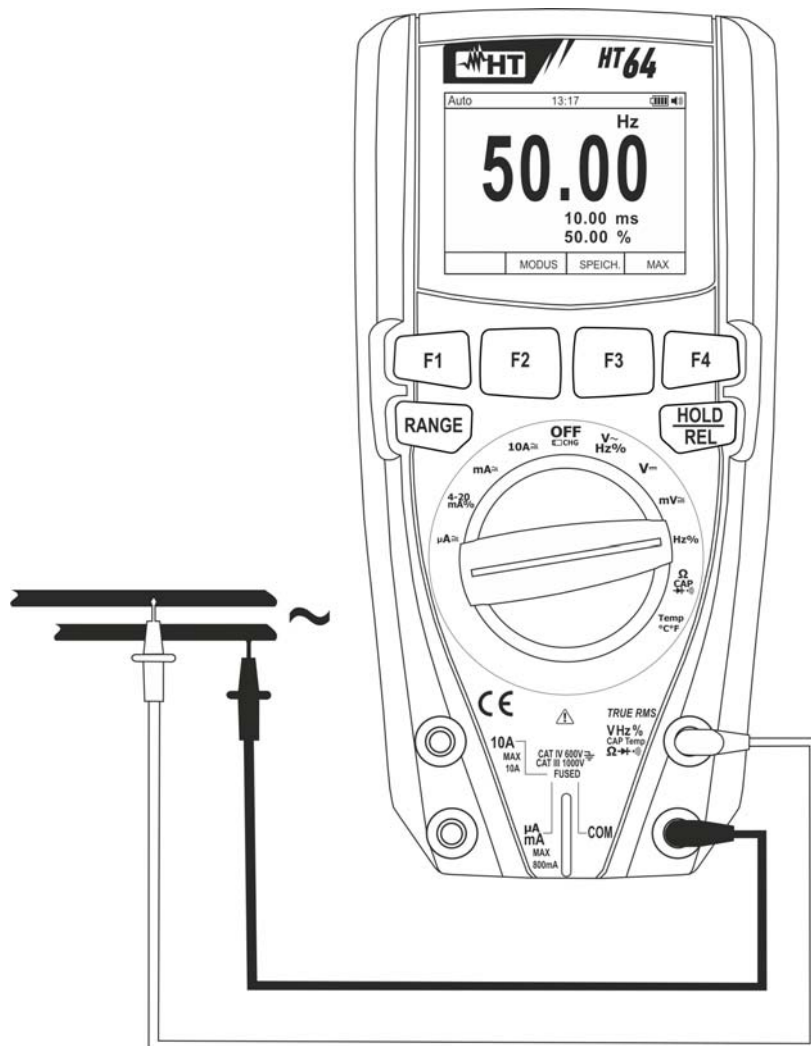

Abb. 24: Verwendung des Gerätes für Frequenz- und Duty Cycle-Messungen
4. Verbinden Sie die rote Messleitung und die schwarze Messleitung mit den gewünschten Messpunkten des zu messenden Kreises (siehe Abb. 24). Der Wert der Frequenz (Hz) oder des Duty Cycle (%) erscheint auf dem Display. Der Bargraph ist bei diesen Funktionen nicht aktiv.